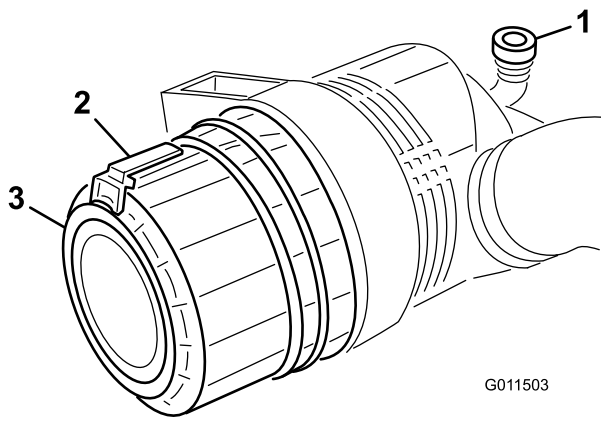

Figura 52
2. Tirate il fermo verso l'esterno e ruotate il coperchio del filtro in senso antiorario (Figura 52).